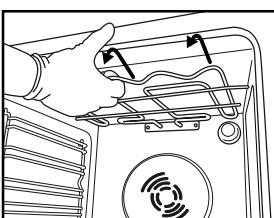
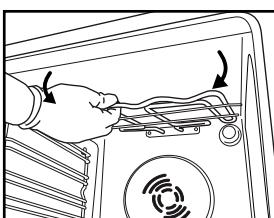

Fig. 4
Fig. 5
2. Dégarez légèrement la résistance (Fig. 4) et abaissez-la (Fig. 5).